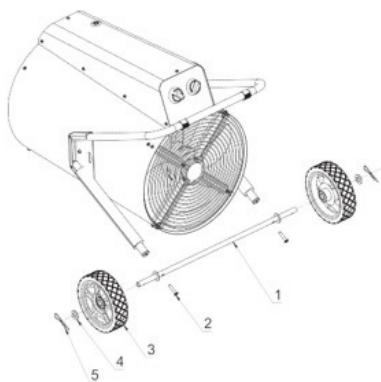
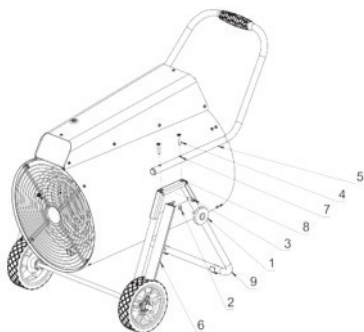

Рис.4-1. Подготовка к работе ENCI-24, ENCI-30
Рис.4-2. Подготовка к работе ENCI-24, ENCI-30
Перевести колесную опору (1) (Рис. 4-1) в горизонтальное положение, повернув её, как указано на рис. 4-2. Закрутить барашковые винты (1) и винт М6х20 (2 шт.) (3) с обеих сторон. Отверстия (7) на ручке (5) совместить с резьбовыми гайками (8) на колесной опоре и закрутить винты (4). Снять транспортно-вочные изоляторы (6). Прибор готов к использованию. (Рис. 4-2).